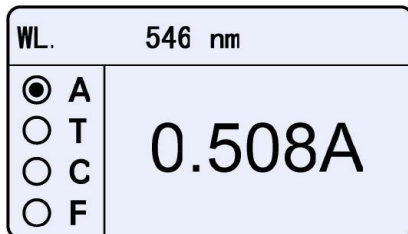

Fig. 4-3
- 4) Mueva la muestra de concentración desconocida hacia la luz y después guarde el valor mostrado (Fig. 4-3).